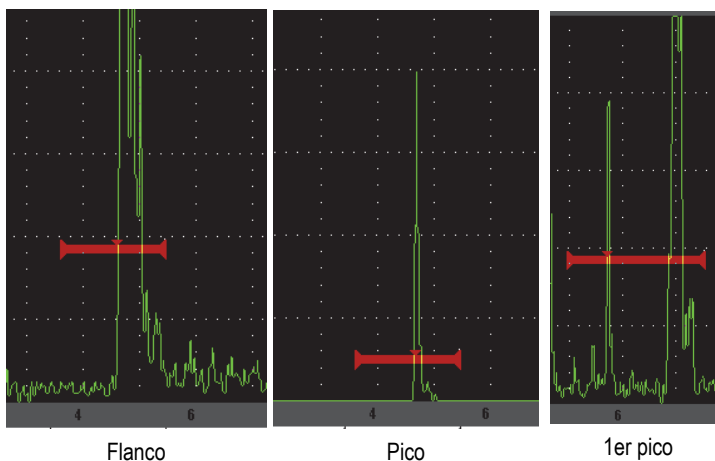

Figura 2-11 Medida tomada en el Flanco, Pico y 1erPico
- **Peak** (pico): La lectura de la medida está basada en el pico más alto dentro de la puerta (no es necesario que cruce el umbral de la puerta) [véase la Figura 2-11 en la página 49].
- **1st Peak** (1er pico): La lectura de la medida está basada en el primer pico que cruza el umbral de la puerta (nivel) [véase la Figura 2-11 en la página 49].
- **Edge** (flanco): La lectura de la medida está basada en la posición del primer punto de cruce de la señal en la puerta (véase la Figura 2-11 en la página 49).